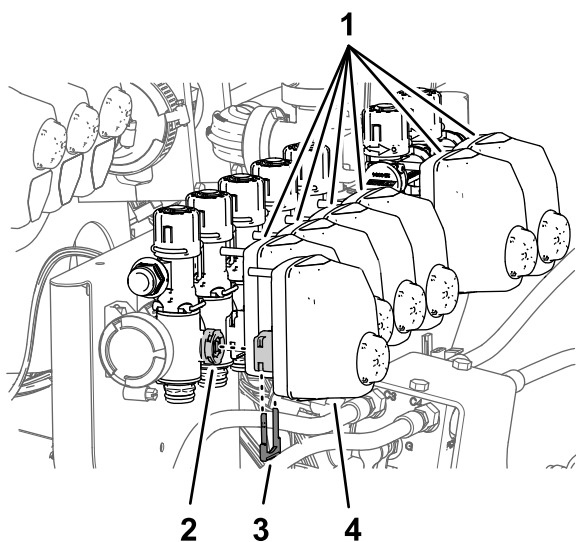

Figura 98
1. Rimuovete i fermi che fissano gli attuatori delle valvole per le valvole degli ugelli da 1 a 7 (Figura 98).
2. Rimuovete gli attuatori delle valvole dalle valvole degli ugelli da 1 a 7 (Figura 98).
- Montate gli attuatori delle valvole sulle valvole degli ugelli da 1 a 7 (Figura 98) con i fermi che avete rimosso al passaggio 1.